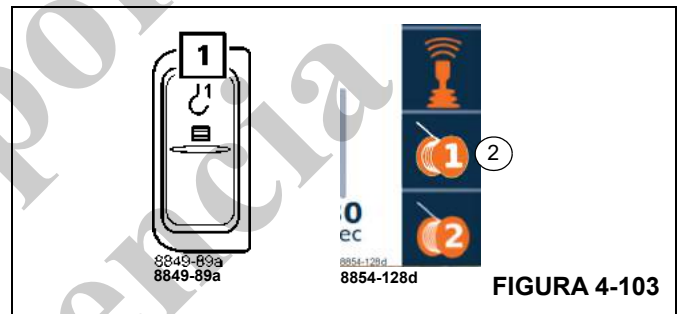

FIGURA 4-103
- Presione el botón (1), (Figura 4-103), una vez.
- El símbolo (2), (Figura 4-103), se torna de color verde cuando se apaga el malacate principal.